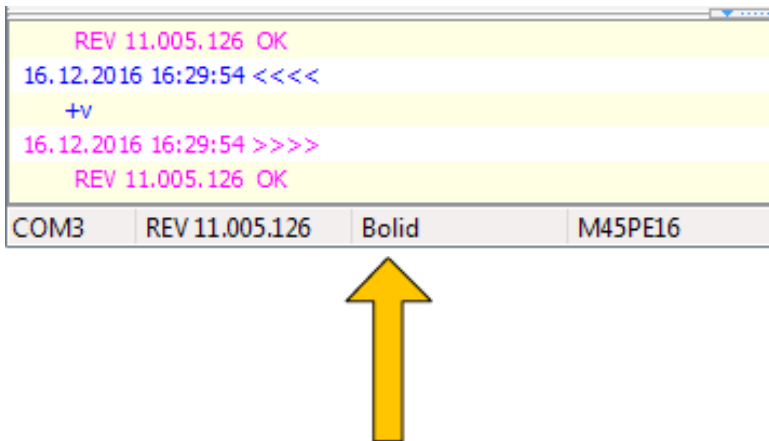

Рисунок 12. Версия ФПО панели
2. Версия встроенного ФПО панели «Контакт GSM-5-RT3» должна соответствовать подключаемому оборудованию. Тип ФПО панели указан на упаковке и в программе настройки (в нижней части окна программы должна быть надпись «Bolid» (рис. 12).